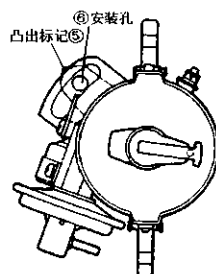

图 4-20 分电器的安装
③把分电器插入分电器齿轮箱内,使分电器法兰盘凸出标记⑤指向分电器安装螺钉孔的中央⑥,如图 4-20 所示。